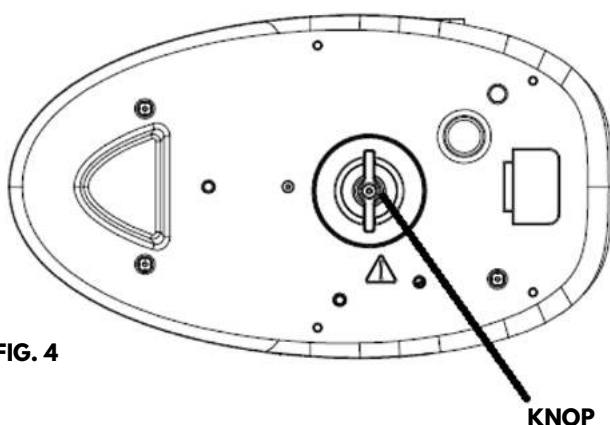

FIG. 4
3. Om de minerale afzettingen te verwijderen die zich aan de binnenkant van de stoomgenerator hebben verzameld, gaat u als volgt te werk: draai eerst de basis van het apparaat om en plaats hem horizontaal op een vlakke ondergrond, zorg ervoor dat de basis van het apparaat stabiel staat, leg dan een handdoek op de knop en draai de knop met de handdoek om hem los te maken, laat daarna de stoomgenerator leeglopen, vul tot slot de stoomgenerator opnieuw met schoon water en giet vervolgens het water in de stoomgenerator leeg, herhaal de reinigingsprocedure van de stoomgenerator 2-3 keer om hem goed schoon te maken (zie Fig. 4).